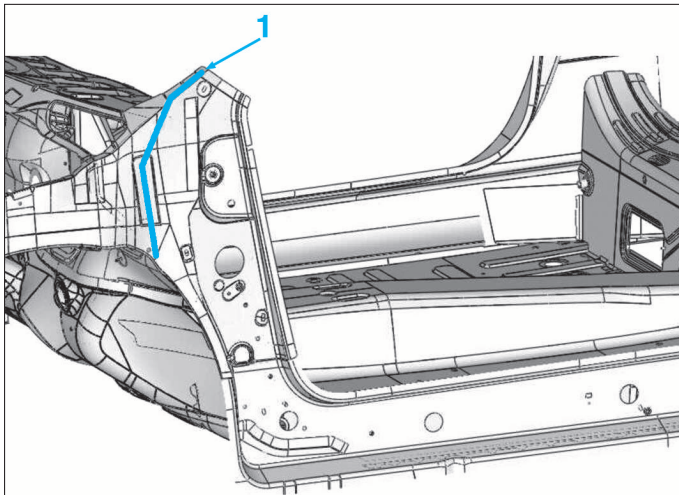

FIG. 56
- Appliquer de la colle structurale sur la zone (1) (Fig.56).